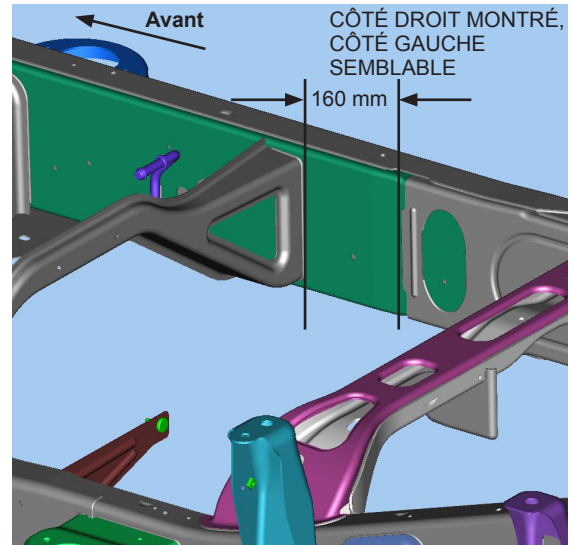

Figure 2
2. Repérer la traverse des côtés gauche et droit, 160 mm à l'avant du joint d'usine de la section du cadre de châssis, comme indiqué. Figure 2.